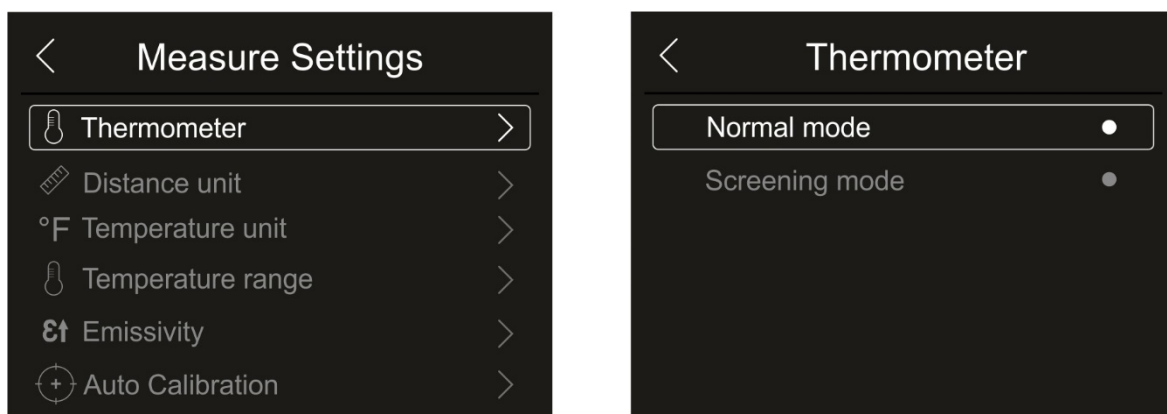

Abb. 24: Menü Thermometer
1. Berühren Sie “Thermometer”. Die Bildschirmseite in der Abb. 24 – rechte Seite erscheint im Display